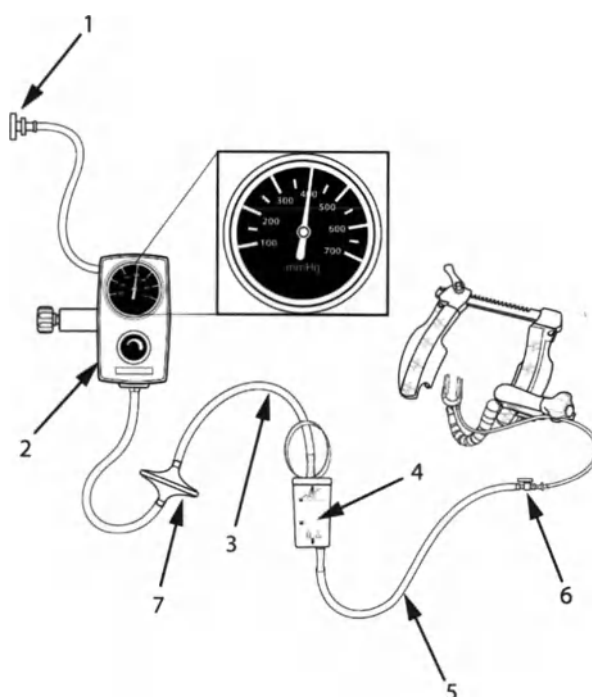

Figure 5 : Système stabilisateur-aspirateur ACROBAT-i
5. Attacher le raccord Luer Lock BLEU du jeu de tubulures du stabilisateur ACROBAT-i au raccord Luer Lock BLEU de la tubulure à vide du stabilisateur ACROBAT-i. Attacher l'autre extrémité de la tubulure du jeu de tubulures au raccord cannelé inférieur du récipient de récupération ACROBAT-i ou d'un autre récipient de récupération des liquides (non compris). S'assurer que le robinet n'est pas ouvert à l'air. Le jeu de tubulures avec filtre raccordé au haut du récipient de récupération doit alors être raccordé à une source de vide régulée. Régler le régulateur de vide à 400 mm Hg. Se reporter à la figure 5 pour une installation du système et de la tubulure à vide adéquate.